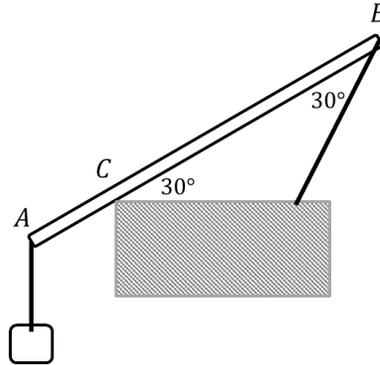

Fig. 4.14.
4.7.- La barra homogénea AB de la Fig. 4.14 tiene una masa de 4 (kg) y longitud 2 (m). La barra se mantiene en equilibrio apoyada en C y a 0.5 (m) desde su extremo A y mediante un cable unido al extremo B. El soporte en C tiene un roce estático. Del extremo A de la barra cuelga un cuerpo de masa 6 (kg). Determinar la tensión de la cuerda en B, la fuerza de roce y la reacción en C.